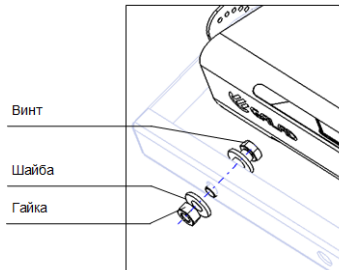

Рисунок 5
2.9 Кривые силы света см рис.5. Полный перечень кривых силы света для прожекторов см. на ресурсе